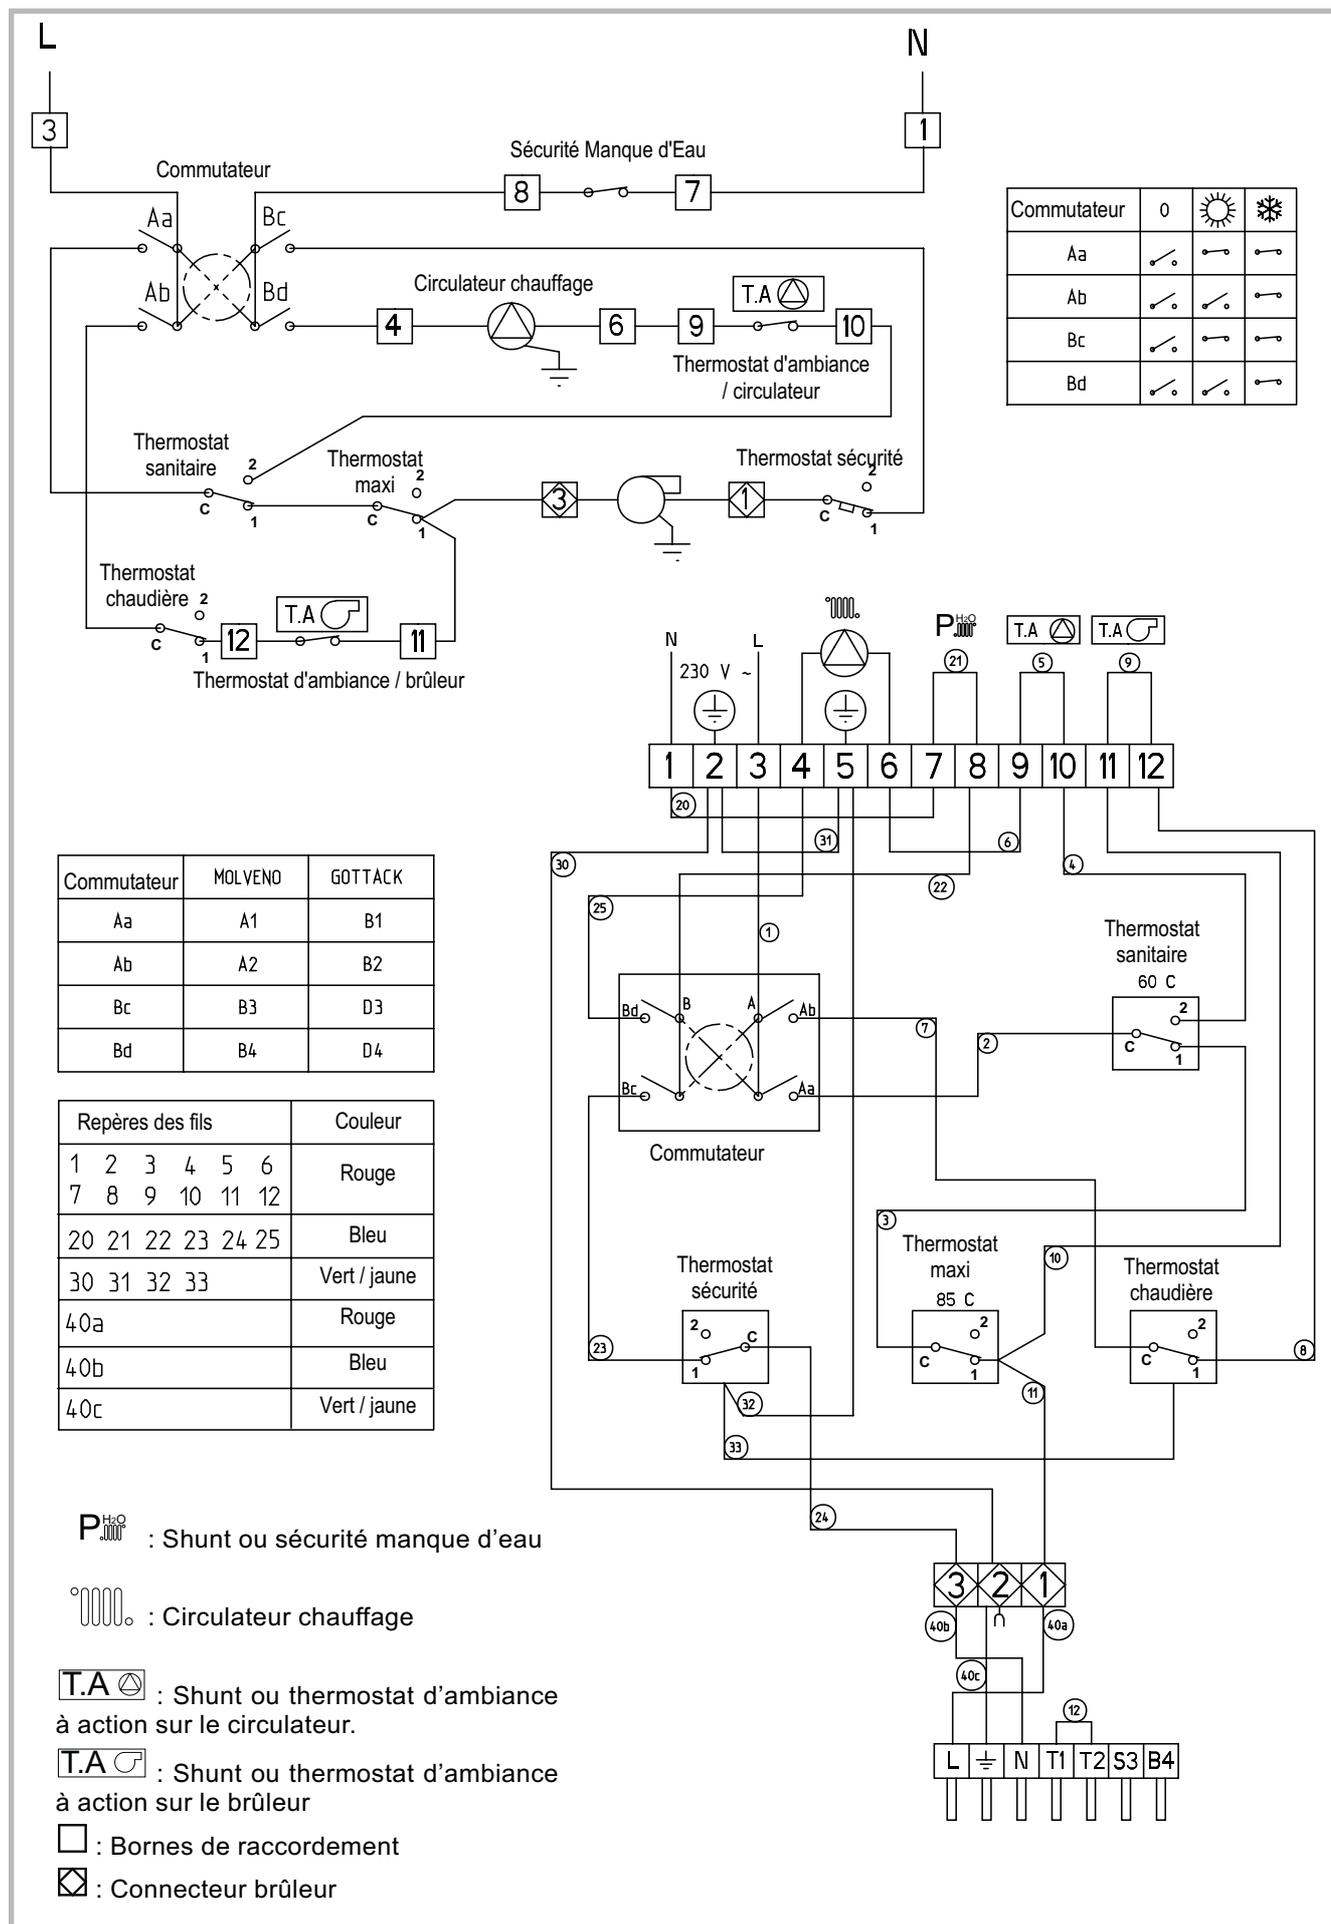

Figure 21 - Câblage et schéma électriques (chaudière)
- Effectuer les raccordements suivant le schéma fig. 21